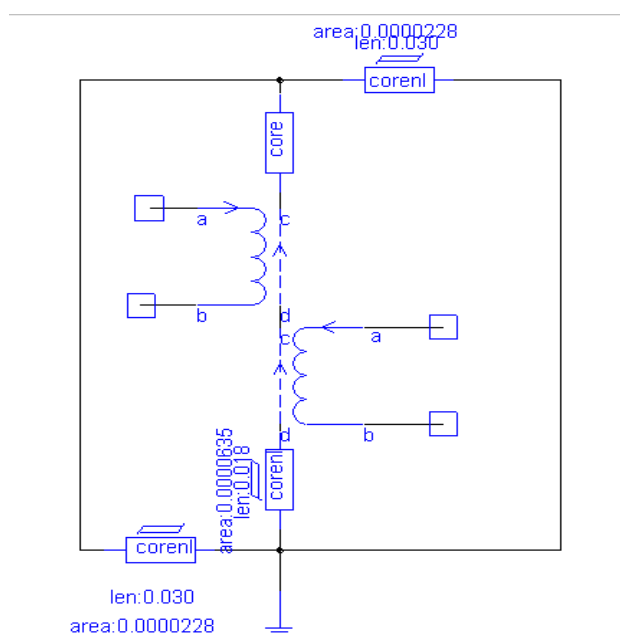

图 65
2、由磁芯的形状，可以把它看成双 E 型磁芯，根据它的外形尺寸，可以得到它的磁芯长度和面积以及气隙长度。得到初级绕组、次级绕组和磁芯尺寸和外形后，通过 Saber 的磁路结构法构造出平面脉冲变压器的结构如图 65 所示：